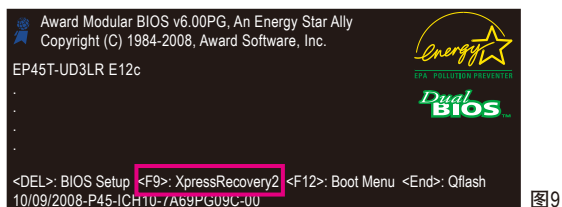

图9
2. 当您使用过Xpress Recovery2备份功能后，Xpress Recovery2会常驻于硬盘中，之后可以在BIOS进行POST时按<F9>键来执行此功能。(图9)